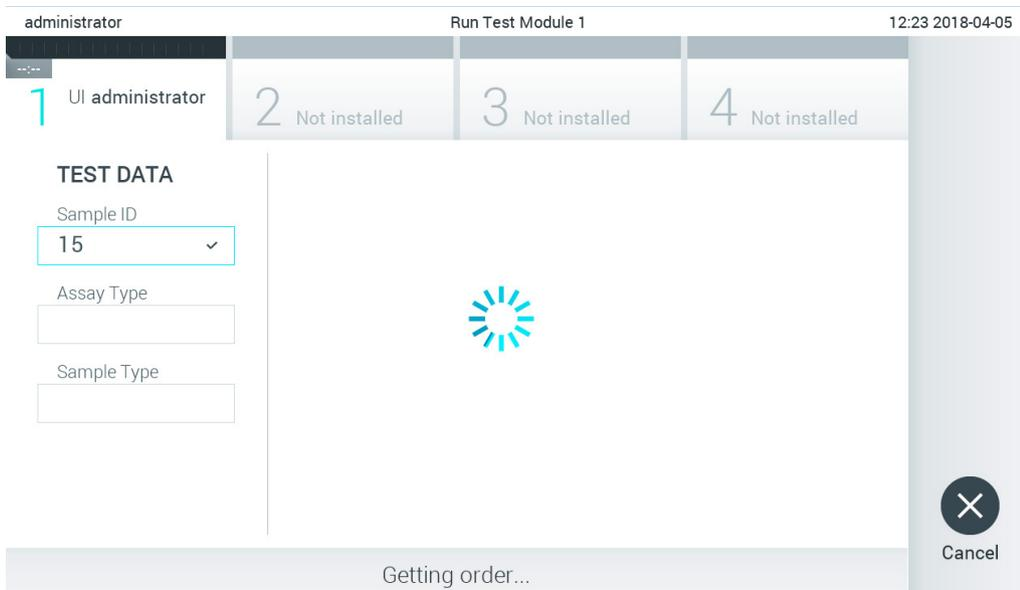

Figura 83. Visualizzare durante il recupero della richiesta test.
- L'ID del campione viene inviato all'host e mentre il QIAstat-Dx Analyzer 1.0 attende la richiesta di test, viene visualizzato il messaggio "Getting order..." (In attesa della richiesta...), (Figura 83).